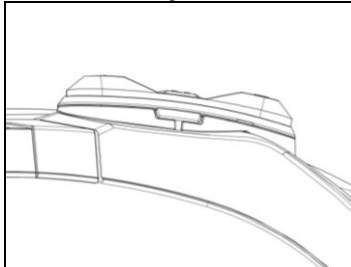

Fig. 21
- Accrochez le clavier au casque jusqu'à l'encliquetage des crochets ad hoc (Fig. 21).